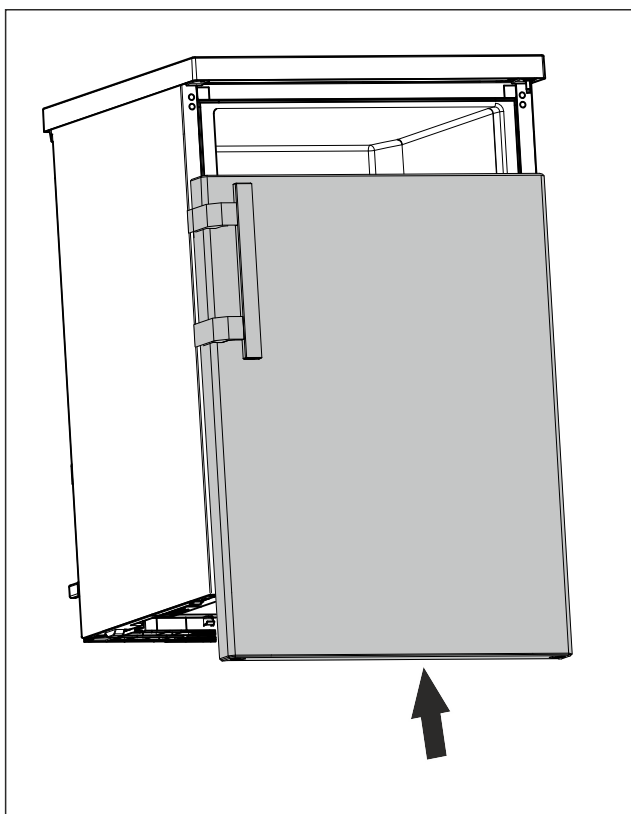

Fig. 16
- ▶ Zamknięte drzwi nasunąć na górny sworzeń. (patrz Fig. 16)